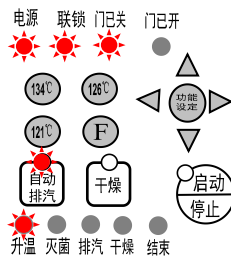

图 16
5. 按下启动键, 安全联锁锁止, “联锁灯”、“升温灯”亮起, 灭菌器进入升温运行状态。图 16